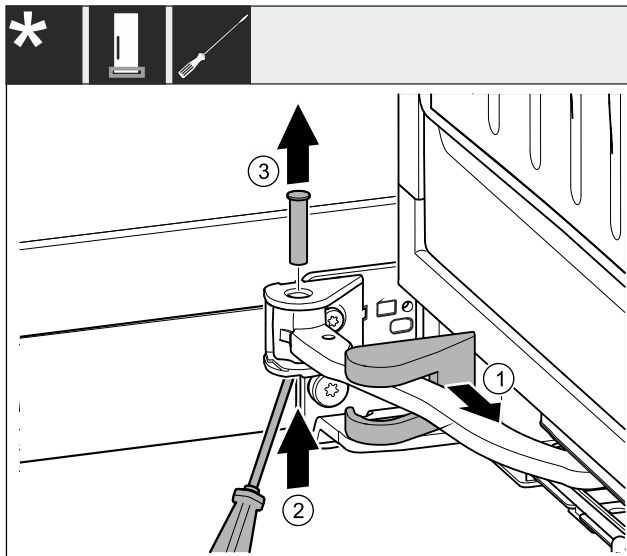

Fig. 5
- ▶ Noņemiet gultņa balsta pārsegu un bīdiel gar šarnīru. Fig. 5 (1)
- ▶ Paceliet no apakšas tapu ar pirkstu vai skrūvgriezi. Fig. 5 (2)
- ▶ Ievietojiet skrūvgriezi zem tapas galvas un izvelciet. Fig. 5 (3)